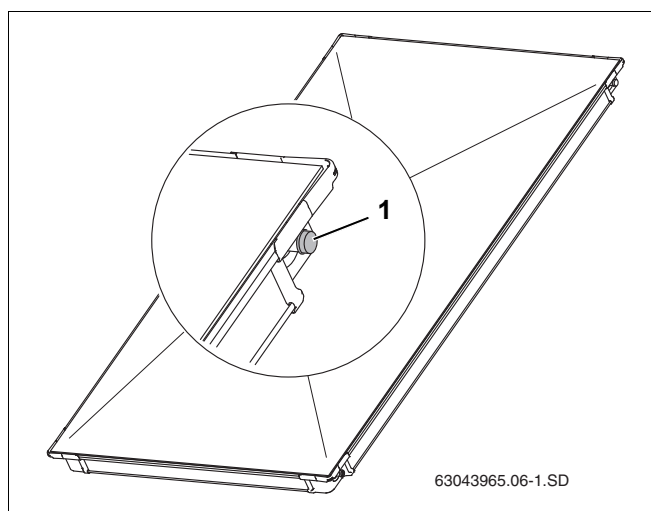

Рис. 5 Пластмассовые крышки на штуцерах коллектора
- ▶ Снимите пластмассовые крышки (рис. 5, поз. 1) только непосредственно перед монтажом.